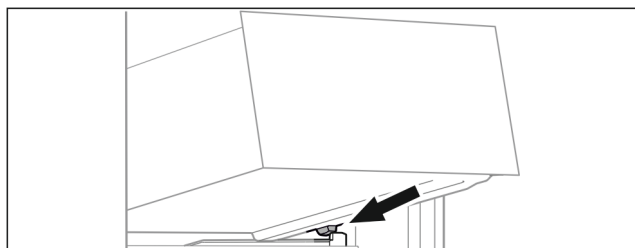

Fig. 138
- Predal postavite v poševnem položaju za zaustavljalniki na nastavek za posodo. (glejte Fig. 138)